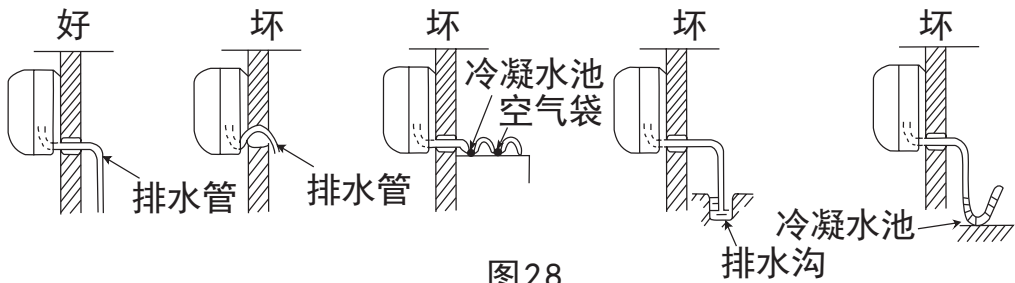

图28
- 1 用附件 ⑬ 排水管与室内机组的出水管连接起来。
- 2 如要使冷凝水流得舒畅，排水管应倾斜少许，如图28所示。